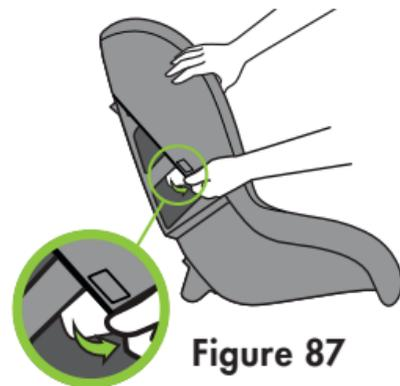

Figure 87
- Détachez la languette latérale de chaque côté en la faisant glisser sous le bord de la coque intérieure, comme indiqué dans la **Figure 87**.